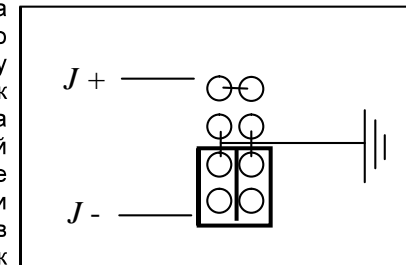

Рис. 7 Заземление минусовой клеммы
12.3 На основной плате возле отрицательной выходной шины найдите разъем заземления – см. рис. 7. Заводская установка перемычки – заземление по минусовой клемме источника.